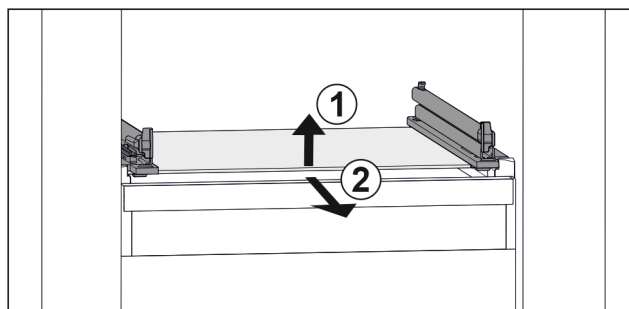

Fig. 39 Příklad znázornění skleněné desky
- ▶ Nadzvedněte skleněnou desku vpředu. *Fig. 39 (1)*
- ▶ Vyjměte skleněnou desku dopředu. *Fig. 39 (2)*